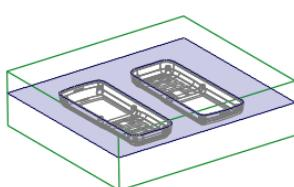

图 31.16 创建填充曲面
Step1. 创建图 31.16 所示的(填充)曲面。将坯料取消遮蔽;单击 分型面 操控板 曲面设计 ▾ 区域中的“填充”按钮[□],此时系统弹出“填充”操控板;右击,从弹出的菜单中选择